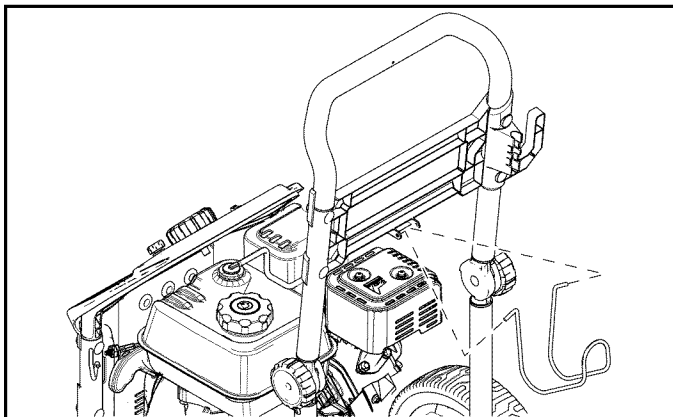

Figure 4-4. Installer le crochet du tuyau
4. Installez le crochet du tuyau (Figure 4-4).